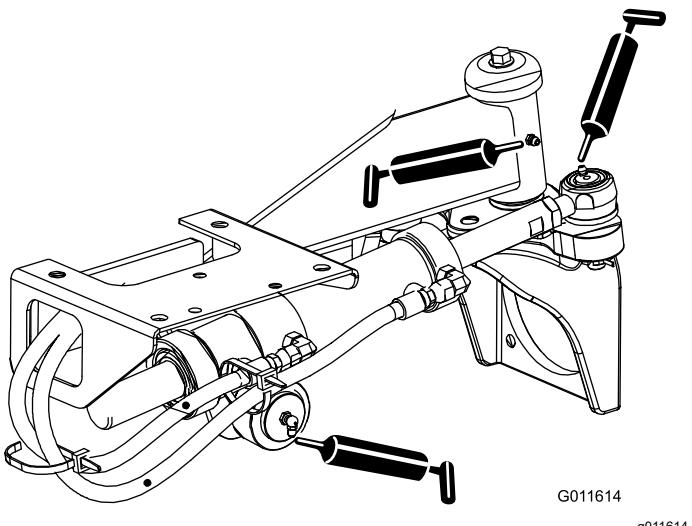

Рисунок 35
- Шаровые опоры гидроцилиндра рулевого управления (2 шт.) и задняя ось (1 шт.) —Рисунок 35